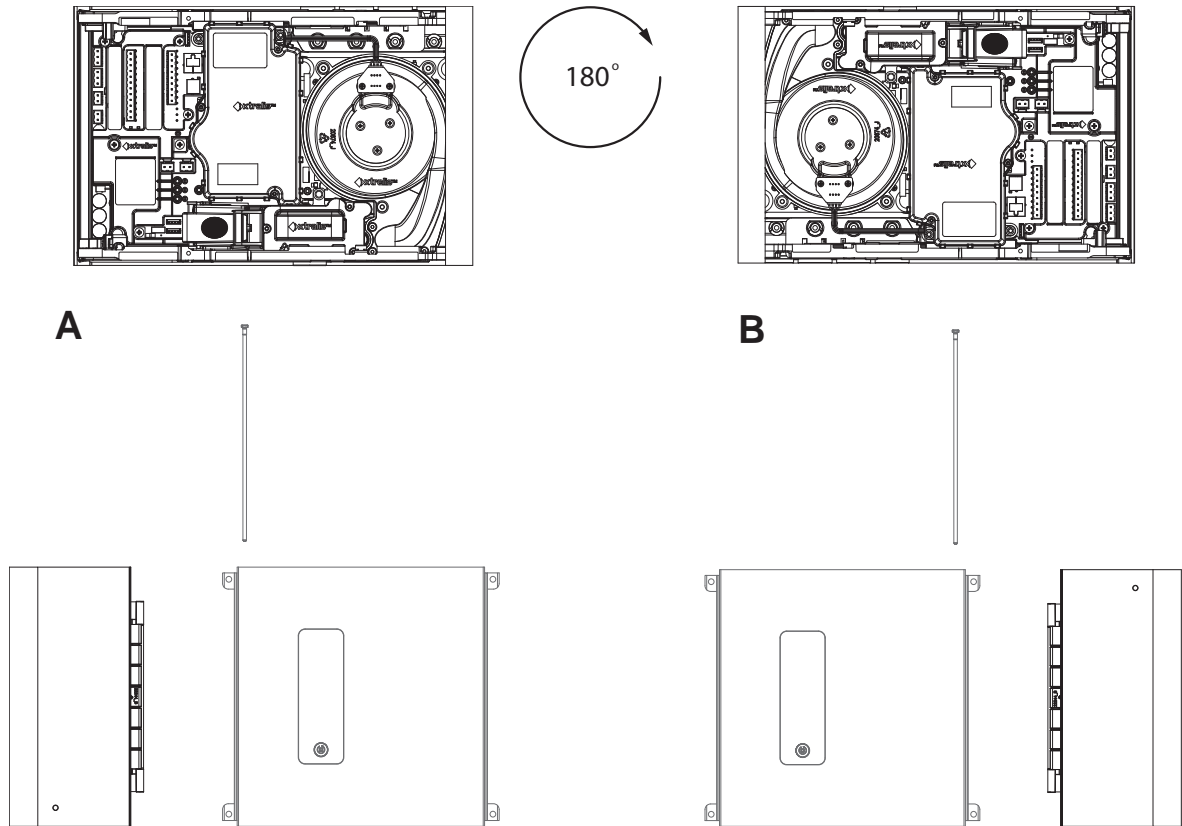

Figura 4-11: Gire el detector y la compuerta y mueva esta última al lado derecho de la placa protectora.
6. Realice lo siguiente para cambiar de la configuración A a la configuración B de la Figura 4-11: